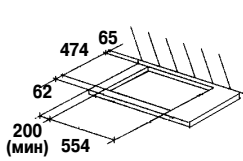

Рис. 3
На поверхности рабочего стола необходимо сделать прямоугольное отверстие(см. рис.3) для встраивания плиты, соблюдая указанные размеры.
- Если слева или справа находится стена, минимальное расстояние от неё до стола встраиваемого должно соответствовать значению, указанному на рис. 3.